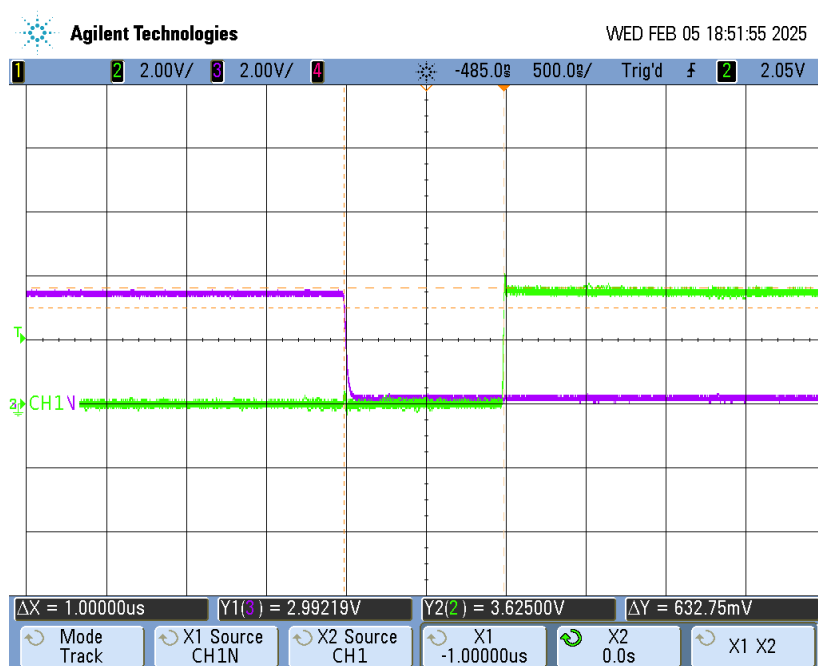

Figura 6: Señal CH1 vs CH1N con dead time configurado en BDTR.
- **PWM Trifásico con Dead Time:** en la figura 6, se aprecia la separación entre la señal CHx y CHxN, previniendo cortocircuitos. Con un dead time prácticamente exacto de $1\mu s$, para BDTR igual a 80^4 .